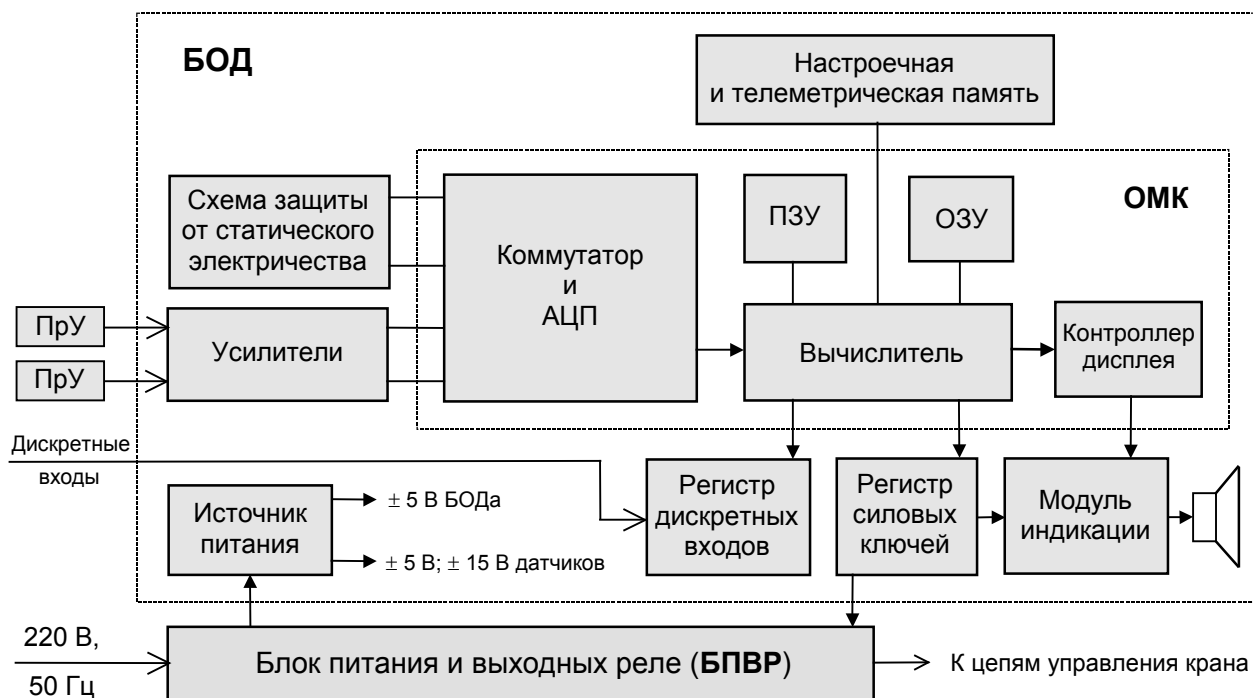

Рисунок 1- Блок-схема ограничителя
1.4.1 Принцип действия ограничителя (см. рисунок 1) основан на последовательном опросе и преобразовании аналоговых сигналов с преобразователей усилия, а также вычислении фактической массы груза и степени загрузки крана с последующим их сравнением с предельно-допустимыми значениями при выбранном режиме работы.